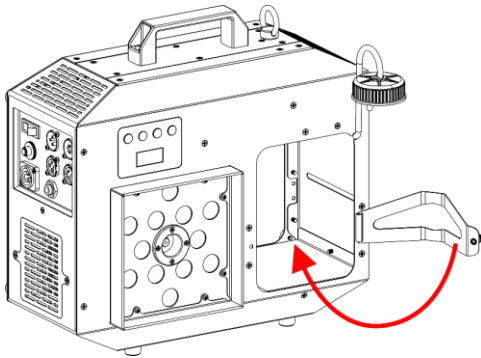

Fig. 10
- 05) Incline el **soporte del depósito de líquido (03)**, como se muestra en la Fig. 10.